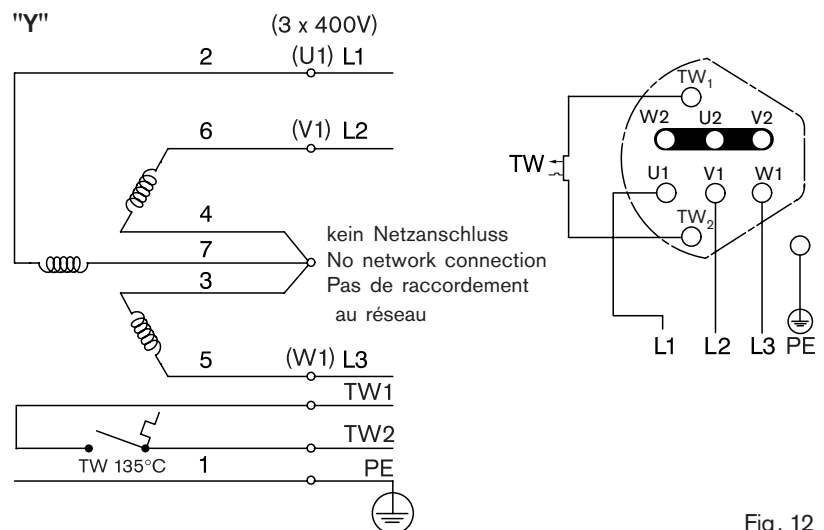
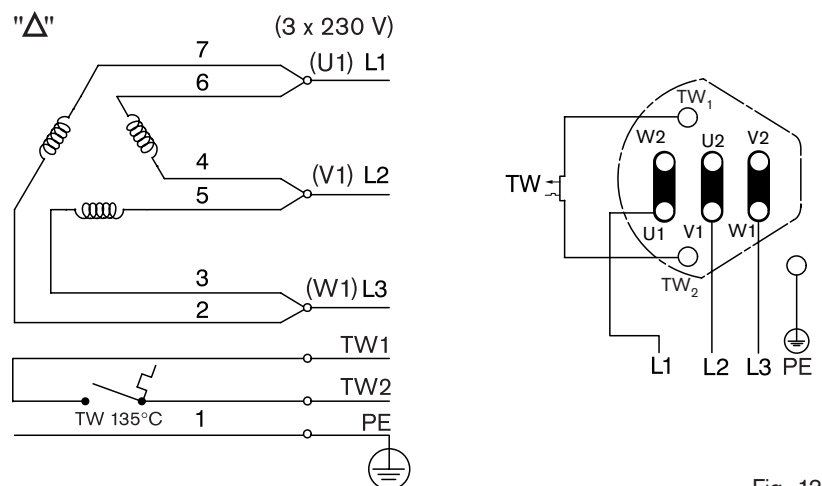

Fig. 12
Fig. 13
Der Motoranschluss ist nach den Angaben des Typschildes (Fig. 11) entsprechend der Netzspannung nach Fig. 12 (Y) oder Fig. 13 (Δ) durchzuführen.
Anschlusspläne nach Fig. 12 bzw. Fig. 13 sowie Anschlussplan im Klemmenkasten beachten ! Kabeleinführung so wählen, dass das Kabel im Betrieb nicht beschädigt werden kann.
The motor must be connected in accordance with the voltage and current information as in Fig. 12 (Y) or Fig. 13 (Δ) that is listed on the name plate (Fig. 11).
Observe the connection plans in Fig. 12 and Fig. 13, as well as the connection plan in the terminal box! Select a cable entry that prevents damage to the cable during operation.
Procéder au raccordement du moteur conformément aux spécifications sur la tension et le courant selon Fig. 12 (Y) ou Fig. 13 (Δ) indiquées sur la plaque signalétique (Fig. 11).
Tenir compte des schémas de raccordement selon Fig. 12 ou Fig. 13 ainsi que du schéma de raccordement dans la boîte de connexions ! Choisir l'entrée de câble de telle sorte que le câble ne puisse pas être endommagé pendant le fonctionnement.
Um die Drehrichtung des Motors zu ändern, zwei beliebige Drähte (L1, L2 oder L3, Fig. 12+13) tauschen.
Exchange any two wires (L1, L2 or L3, Fig. 12+13) to change the motor's direction of rotation.
Pour modifier le sens de rotation du moteur, permuter deux fils quelconques (L1, L2 ou L3, Fig. 12+13).